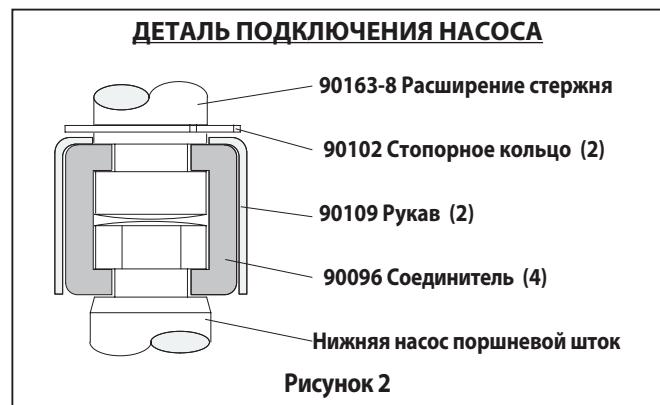

Рисунок 2
- Использование е кольцо плоскогубцы, слайд стопорное кольцо вверх достаточно далеко, чтобы разрешить втулку, чтобы двигаться вверх и отпустить два разъема (см. рисунок 2). Пневматический двигатель отложите в сторону.